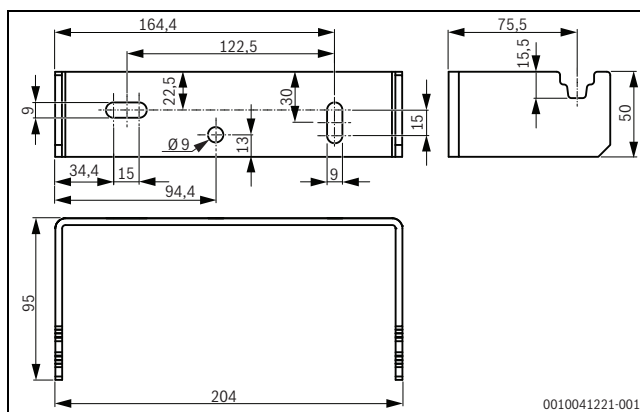

Fig. 14 Dimensions du support mural
- ▶ Perforer trois trous pour le support mural à l'emplacement approprié et insérer les chevilles (→ fig. 14 et 15).